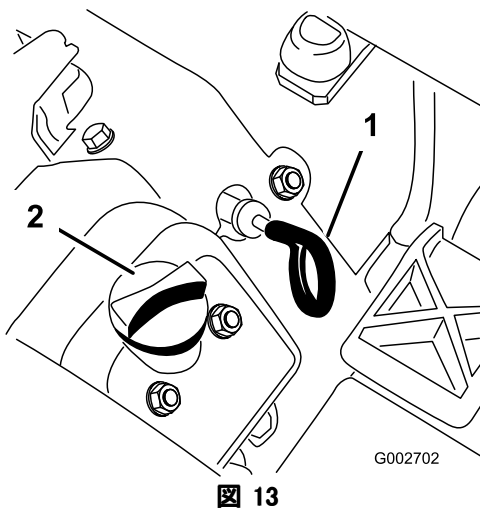

図 13
3. ディップスティック（図 13）を抜き取り、ウェスできれいに拭う。ディップスティックを、チューブの根元までもう一度しっかりと差し込む。ディップスティックを引き抜いて油量を点検する。オイルの量不足している場合は、バルブ・カバーについている補給口のキャップを取り、ディップスティックの FULL マークまで補給する。